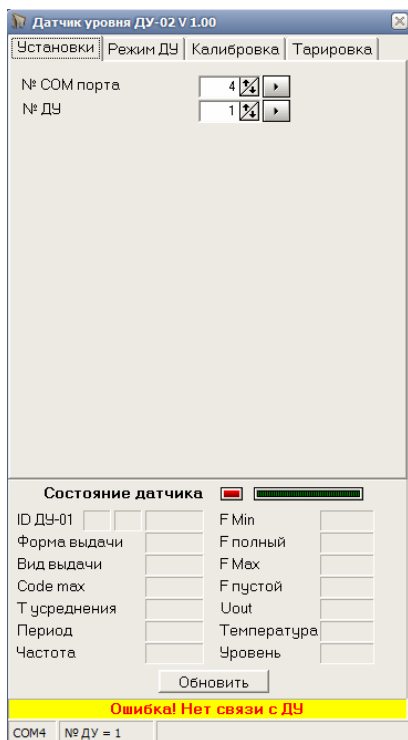

Рис. 2. Окно загрузки ПО
1.4.2.3 При условии выполнения требований п.п.1.4.2.1 и 1.4.2.2 подключить датчик в соответствии со схемой подключения, приведенной на рис.2, с использованием штатного кабеля из комплекта поставки. ***Питание +24В на преобразователь напряжения не подавать!***